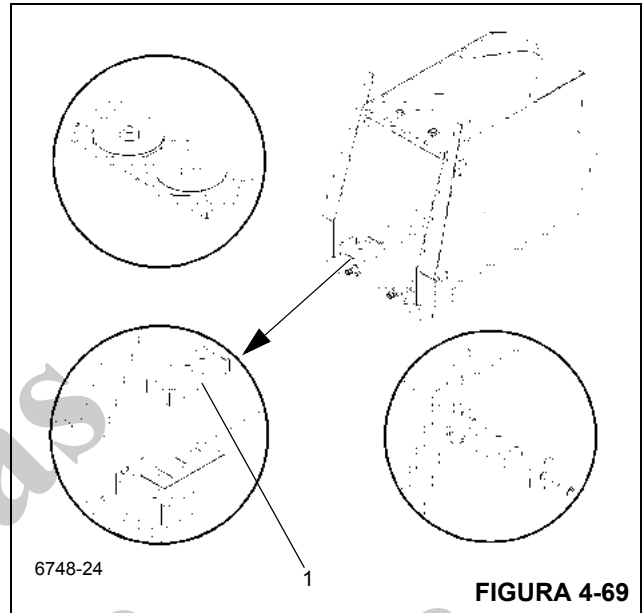

FIGURA 4-69
- 14. Instale a placa de desgaste de bronze (Figura 4-69, 1) na extremidade da seção intermediária interna.